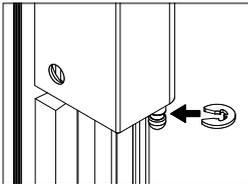

Abb. 5: Scharnierfett einfetten und Sicherungsscheibe einstecken
7. zu Abb. 5: Fetten Sie die Scharnierstifte leicht ein und stecken Sie die Sicherungsscheibe auf.